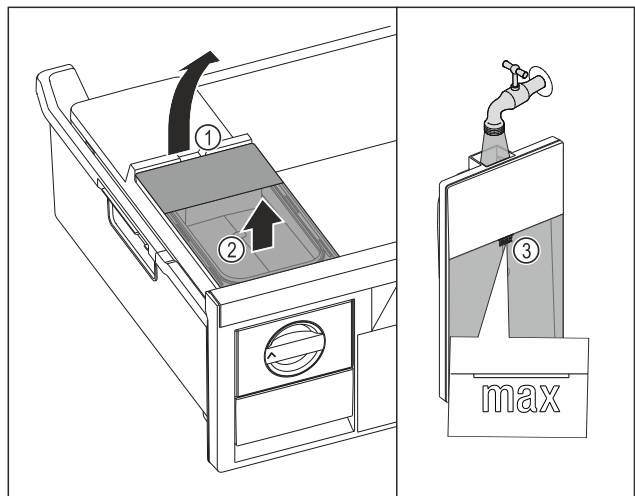

Fig. 85
- Soulever le réservoir d'eau par l'encoche Fig. 85 (1).
- Retirer le réservoir d'eau par le haut. Fig. 85 (2)
- Remplir le réservoir d'eau potable jusqu'au repère Fig. 85 (3).